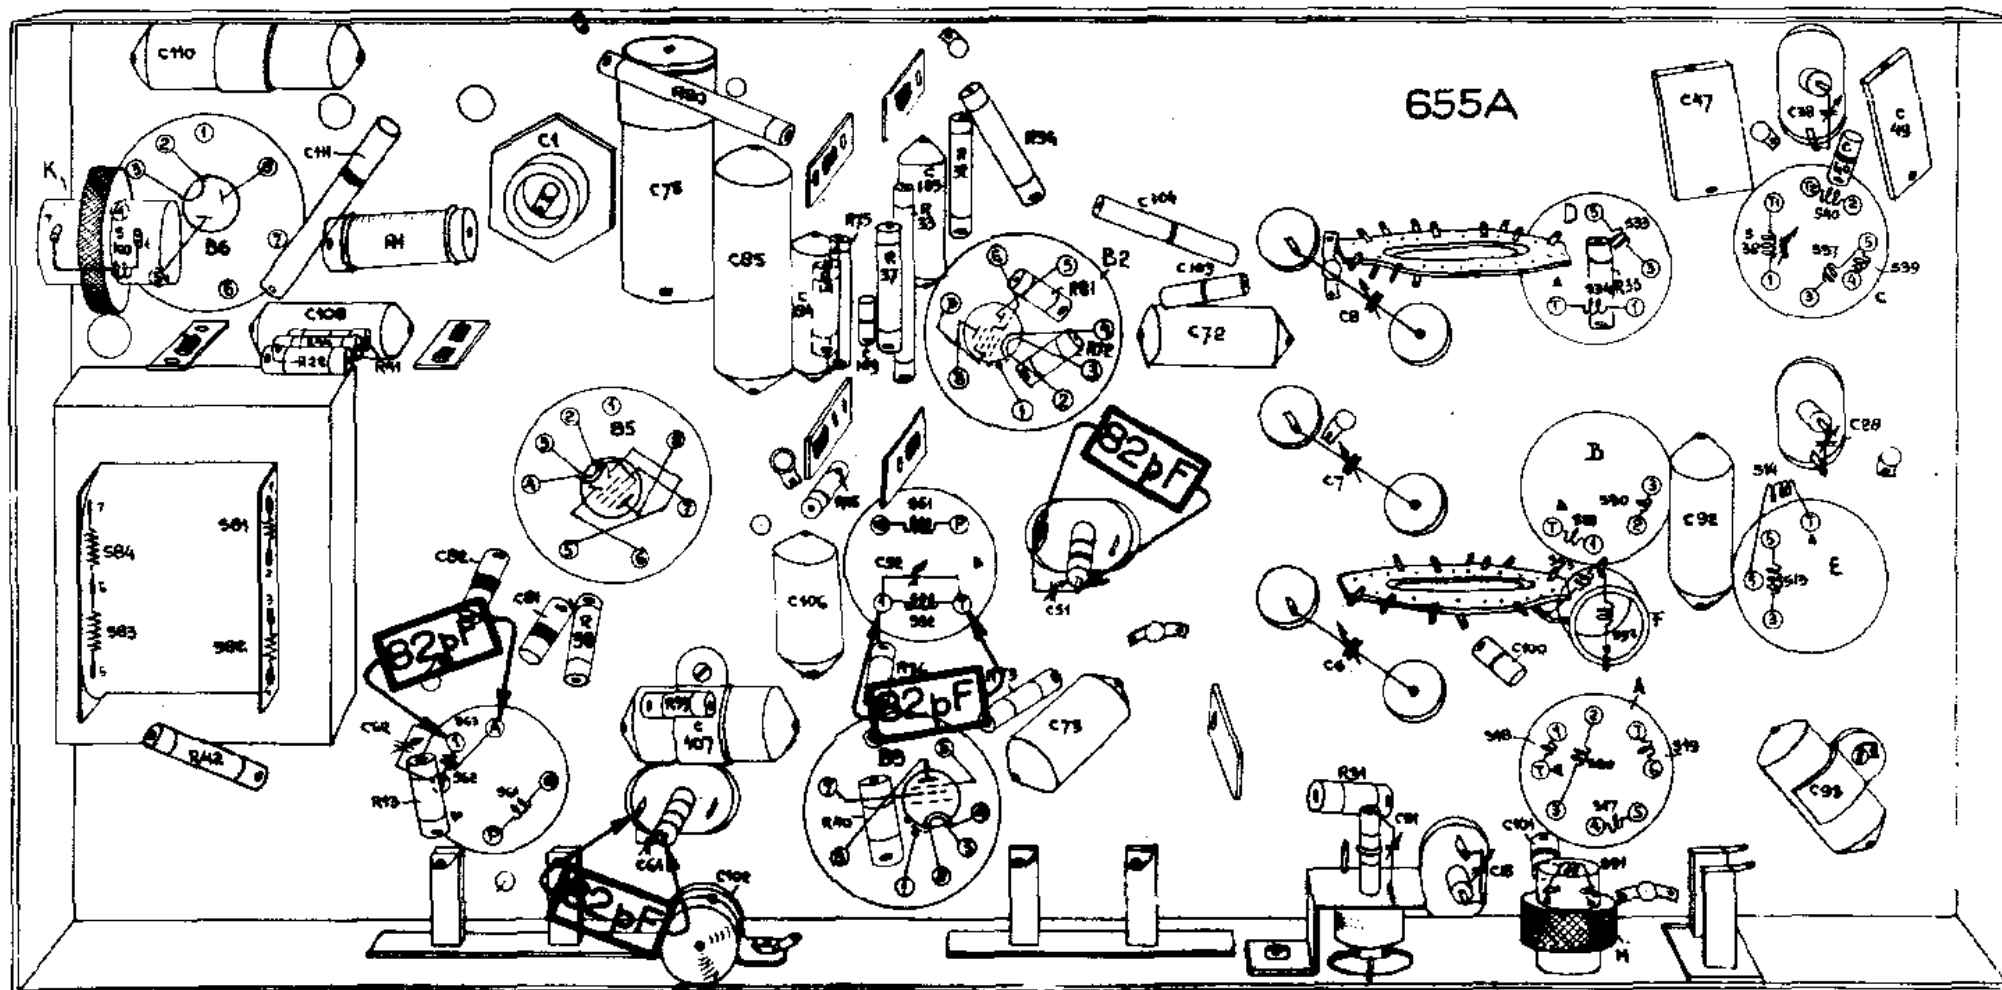

Fig. 2
4. Parallel aan C51 een condensator van 80 pF schakelen (zie fig. 2).
6. Condensator van 80 pF wegnemen van C51 en parallel schakelen aan S 52 (zie fig. 2).
8. Condensator van S52 wegnemen en parallel aan C61 schakelen (zie fig. 2).
10. Condensator van C61 wegnemen en parallel aan C62 schakelen (zie fig. 2).